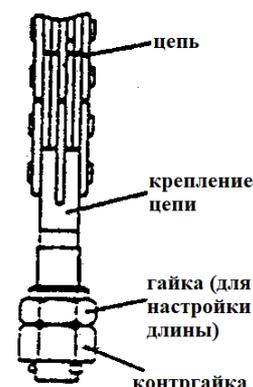

рисунок 8-7
- (3) Отрегулируйте верхний шарнир цепи и затяните гайки, чтобы два натяжителя цепи имели одинаковую степень натяжения.
5.4.3 Замена ролика рамы вил, см. рисунок 8-7